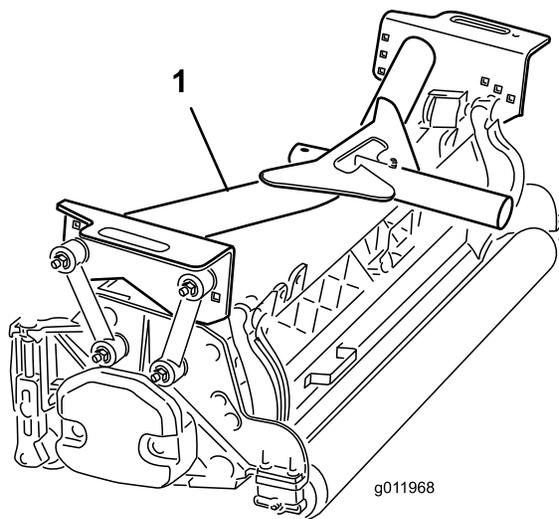

図 16
- 前キャリアフレーム(図16)を各前カッティングユニットに載せる。